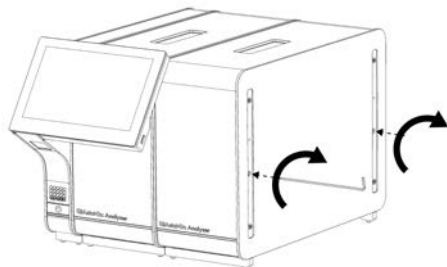

Figura 16. Allineamento e collegamento del modulo analitico aggiuntivo.
4. Allineare il modulo analitico aggiuntivo con il modulo analitico esistente. Serrare le viti con lo strumento di assemblaggio del modulo analitico/operativo fornito con il QIAstat Dx Analyzer 1.0 (Figura 16).